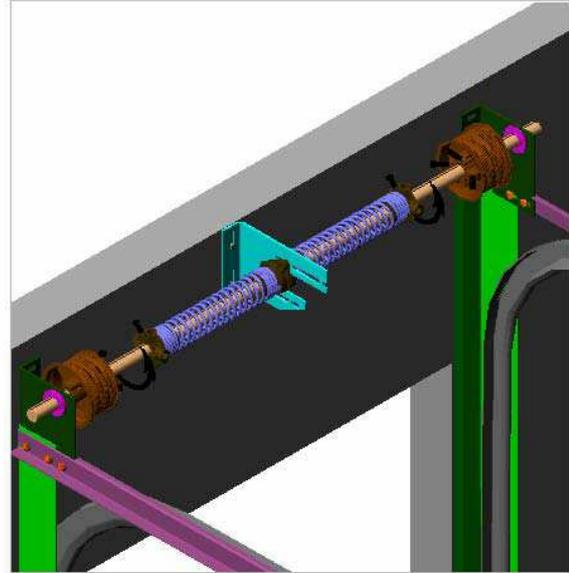

Figura: 5 Montar varão, molas, tambores (att. na montagem das molas por causa do sentido da força)
- - Monter la barre, roulements, ressorts et tambours. Faire attention à la position des ressorts pendant le montage, figure 5, afin de donner la torsion nécessaire. Si les ressorts sont dotés d'un système de sécurité contre rupture, et la barre est coupé en deux, joindre les deux parties avec un raccord- figure 6.